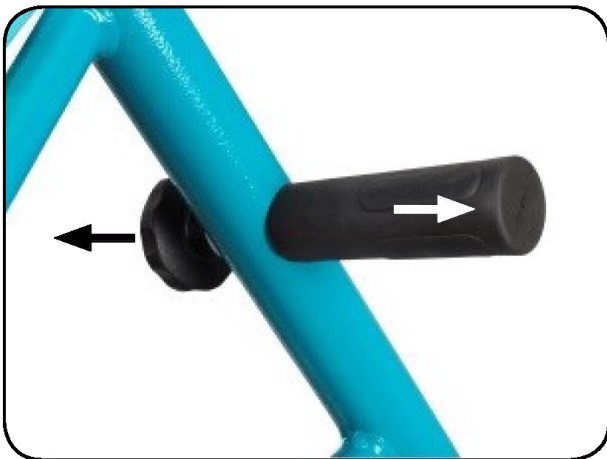

Abbildung 36
1. Lösen Sie die Sterngriffschraube und drehen Sie diese soweit heraus, dass Sie den seitlichen Zusatzgriff lose in der Hand haben. Achten Sie darauf, dass die Distanzscheibe dabei nicht verloren geht (Abbildung 36).